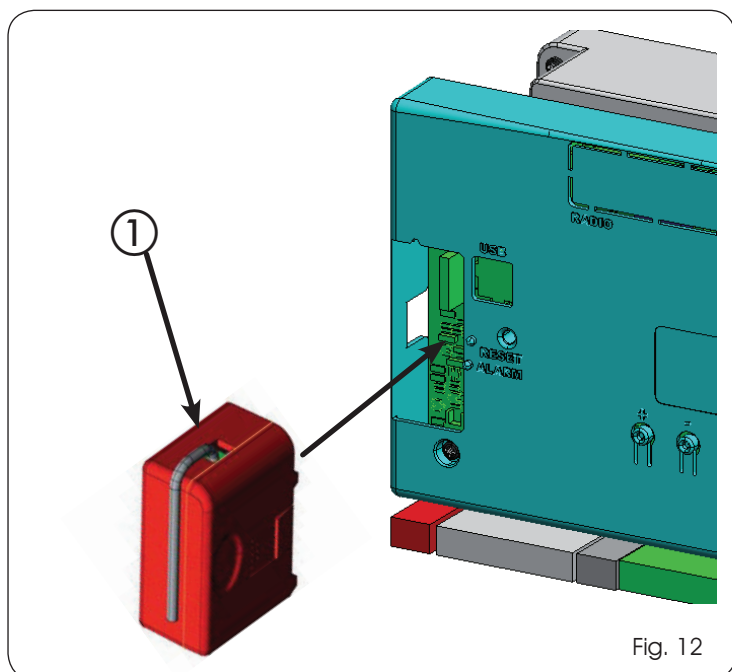

Fig. 12
L'armoire électronique est munie d'un système de décodage (DS, SLH, LC/RC) bicanal intégré appelé OMNIDEC. Ce système permet de mémoriser par l'intermédiaire d'un module récepteur supplémentaire XF433 ou XF868 (Fig. 12 réf. ①), des radiocommandes de la même fréquence mais de types différents (DS, SLH, LC/RC). On peut mémoriser l'ouverture totale (OPEN A) et l'ouverture partielle (OPEN B) de l'automatisme jusqu'à un maximum de 256 canaux.